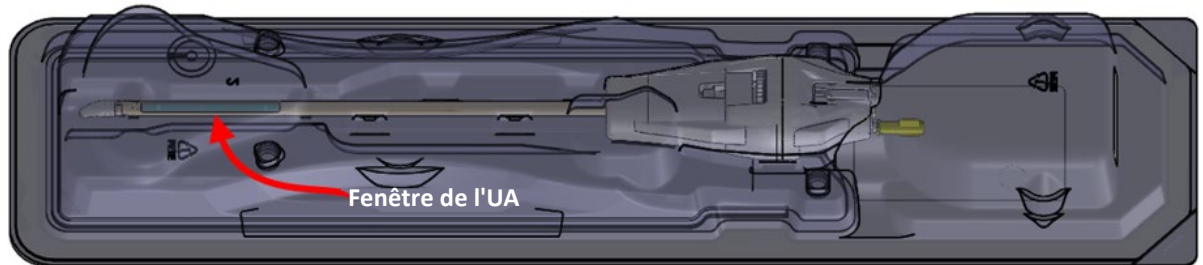

Figure 18 : Fenêtre de l'UA
- g. Examiner attentivement la fenêtre de l'UA à travers l'emballage afin de repérer les bulles (Figure 18). Il ne devrait y avoir **aucune** bulle visible, **peu importe** la taille. Si des bulles sont visibles, tapoter doucement l'extrémité de l'emballage où se trouve la fenêtre UA contre la surface de travail pour les déloger. Si des bulles sont toujours présentes, répéter la procédure depuis l'étape « a ».